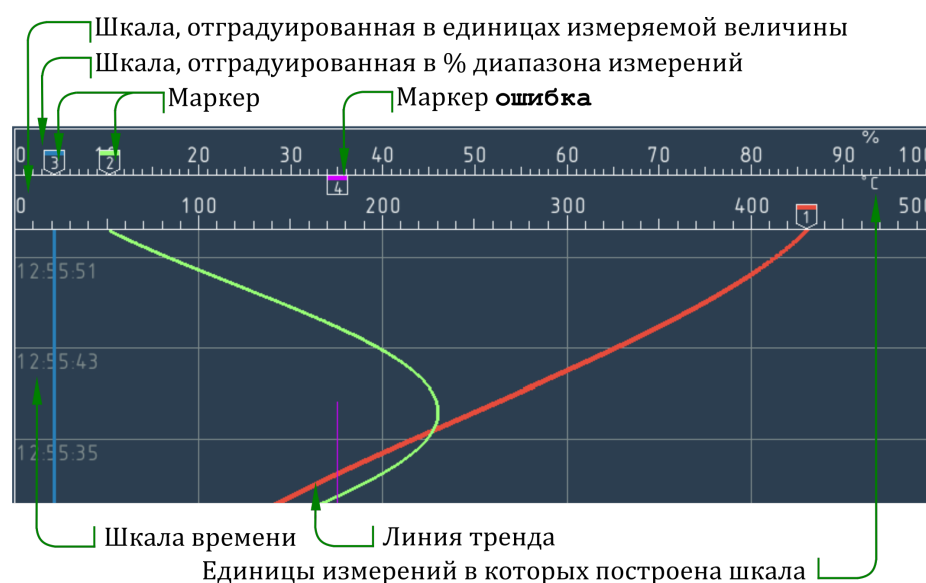

Рисунок 4.6 – окно графика (вертикальная ориентация)
- ▶ вертикально — шкала расположена над областью построения, ось времени смещается сверху вниз (см. рисунок 4.6);
Шкала может быть отградуирована (см. рисунок 4.6):
В качестве указателя текущего значения («маркера») измеряемой величины выступают *перья* (см. рисунок 4.6). На соответствие между пером и каналом указывают номер пера и его цвет. Если канал принимает значение *ошибка* перо меняет форму и перемещается к верхней кромке шкалы (см. канал 4 на рисунке 4.6).